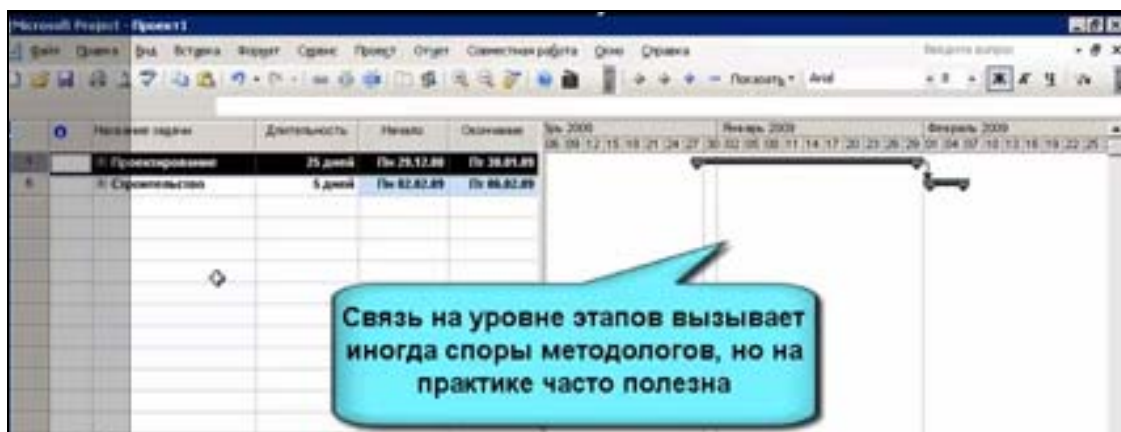

Рисунок 10 – Установка связи между этапами
6. Установите связи между *этапами* работ проекта. Для этого сверните свои подзадачи, используя кнопки «минус» и выполните действие (рис. 10).